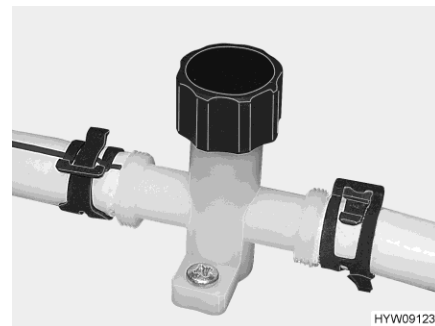
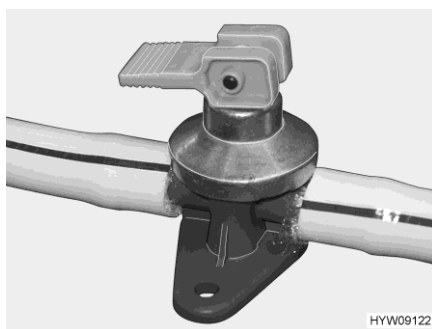

Bild 191 Avtappningskran (vattenledning)
Bild 192 Avtappningskran (varmvattenberedare Alde)
- Stäng avtappningskranarna (Bild 192 och Bild 191). Dra då till locket medurs eller ställ vipparmen vågrätt. Säkerhets-/avtappningsventilens och avtappningskranarnas monteringsställen anges i avsnittet 10.7 i slutet av detta kapitel.